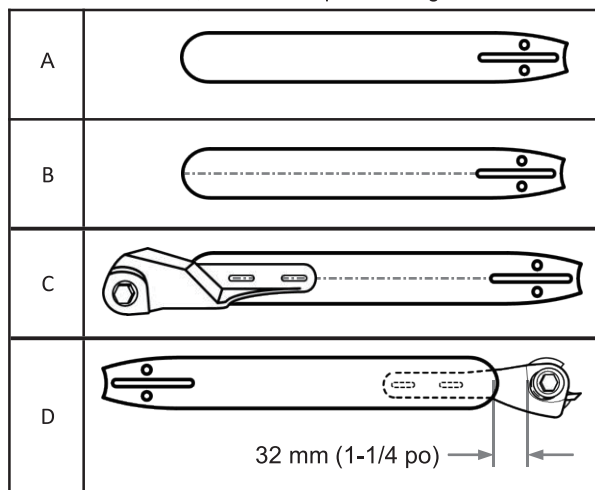

Fig. 2
- Suivez les instructions du manuel de votre scie à chaîne pour retirer la barre de scie à chaîne (fig. 2-A).
- Placez la barre sur une surface plane. Utilisez une règle et une alène pour tracer une ligne centrale sur la longueur de la barre (fig. 2-B).
- Placez l'accessoire sur la barre et alignez le centre des deux fentes du corps du cadre (n° 10) avec la ligne tracée (fig. 2-C).
- Assurez-vous qu'il y a un espace d'environ 32 mm (1-1/4 po) entre l'extrémité de la barre et le pignon (n° 8) de l'accessoire, comme indiqué sur la fig. 2-D.